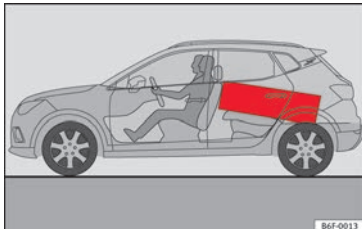

Fig. 162 Sistemare i carichi pesanti quanto più possibile in avanti.
- Gli oggetti più pesanti vanno messi, per quanto possibile, nella zona anteriore del bagagliaio » **fig. 162**.